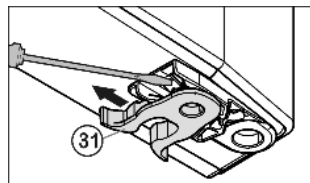

Fig. 7
- ▶ Helyezze át az Fig. 7 (31) rugós szorítóját: Nyomja lefelé a reteszt, felette húzza el a rugós szorítót.